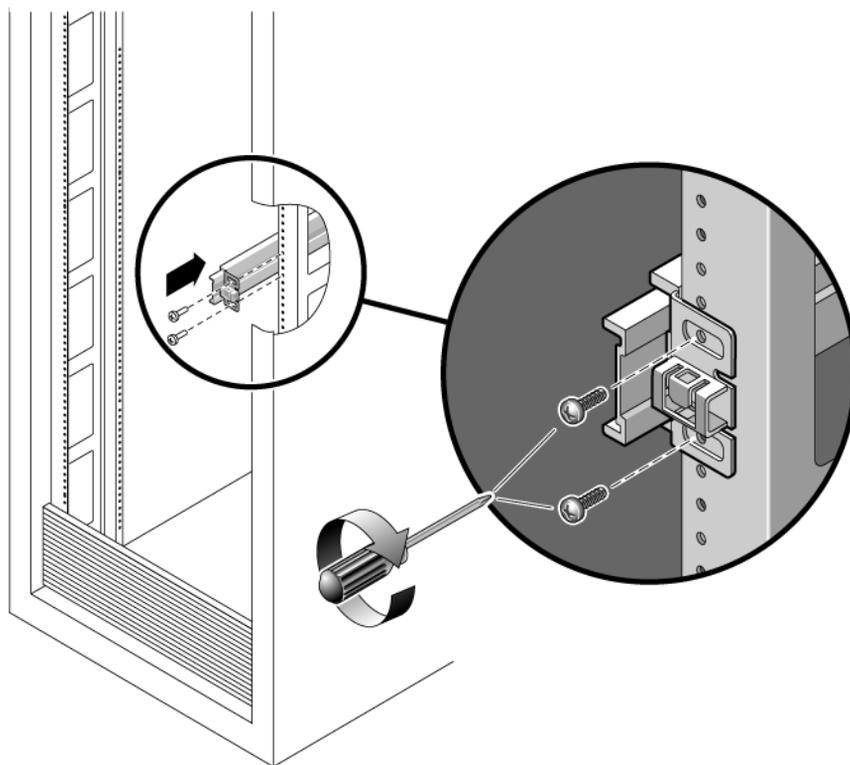

图 2-5 安装滑轨
- a. 用两颗螺钉将滑轨前部松散地连接到右前方的机架立柱上（图 2-5）。